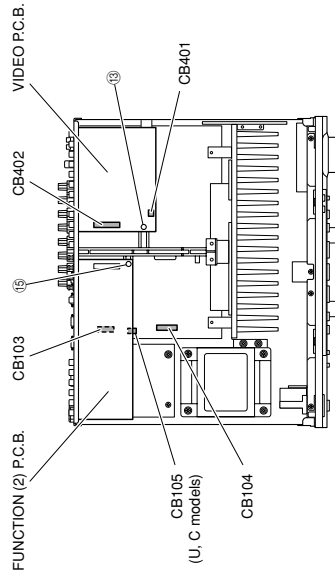

Fig. 3
- a. Remove 1 push rivet (⑬). (Fig. 3)
- c. Remove CB401 and CB402. (Fig. 3)
- d. Remove the VIDEO P.C.B.. (Fig. 3)
- a. ⑬のプッシュリベット1本を外します。(Fig. 3)
- c. CB401、CB402を外します。(Fig. 3)
- d. VIDEO P.C.B.を取り外します。(Fig. 3)
8. Removal of FUNCTION (2) P.C.B.
- a. Remove 1 push rivet (⑮). (Fig. 3)
- c. Remove the FUNCTION (2) P.C.B.. (Fig. 3)
- a. ⑮のプッシュリベット1本を外します。(Fig. 3)
- c. FUNCTION(2)P.C.B.を取り外します。(Fig. 3)
- d. Remove CB103, CB104 and CB105 (U, C models). (Fig. 3)